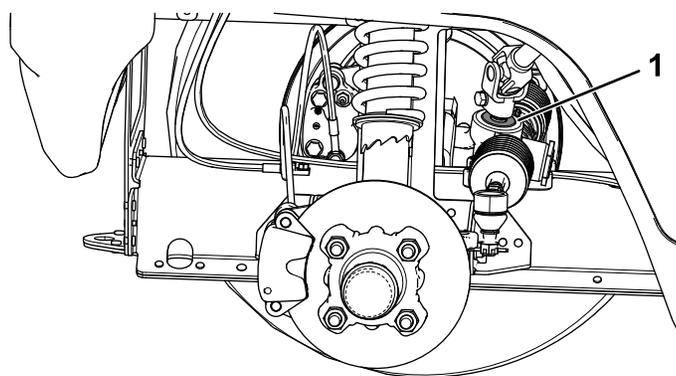

Рисунок 46
**Внимание:** Проверьте состояние и надежность уплотнения вала ведущей шестерни (Рисунок 46).